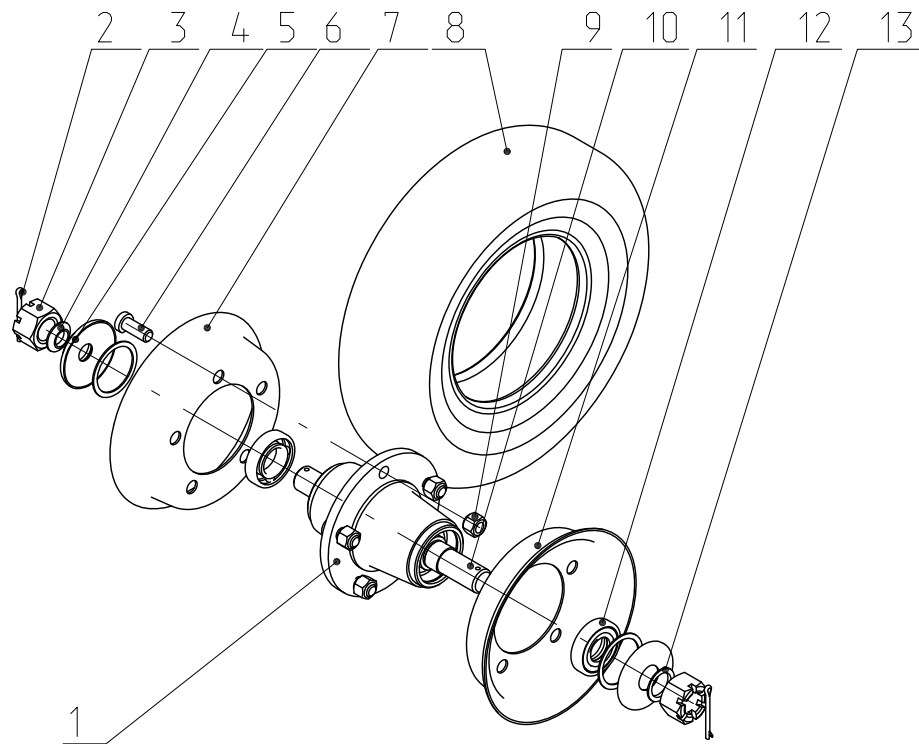

Рис.14. ЛДГ 03.040 Колесо в сборе.
3.11. Колеса опорные (Рис. 14) валом 10 вставлены в вилки и зафиксированы гайками 3 и шайбами 2.